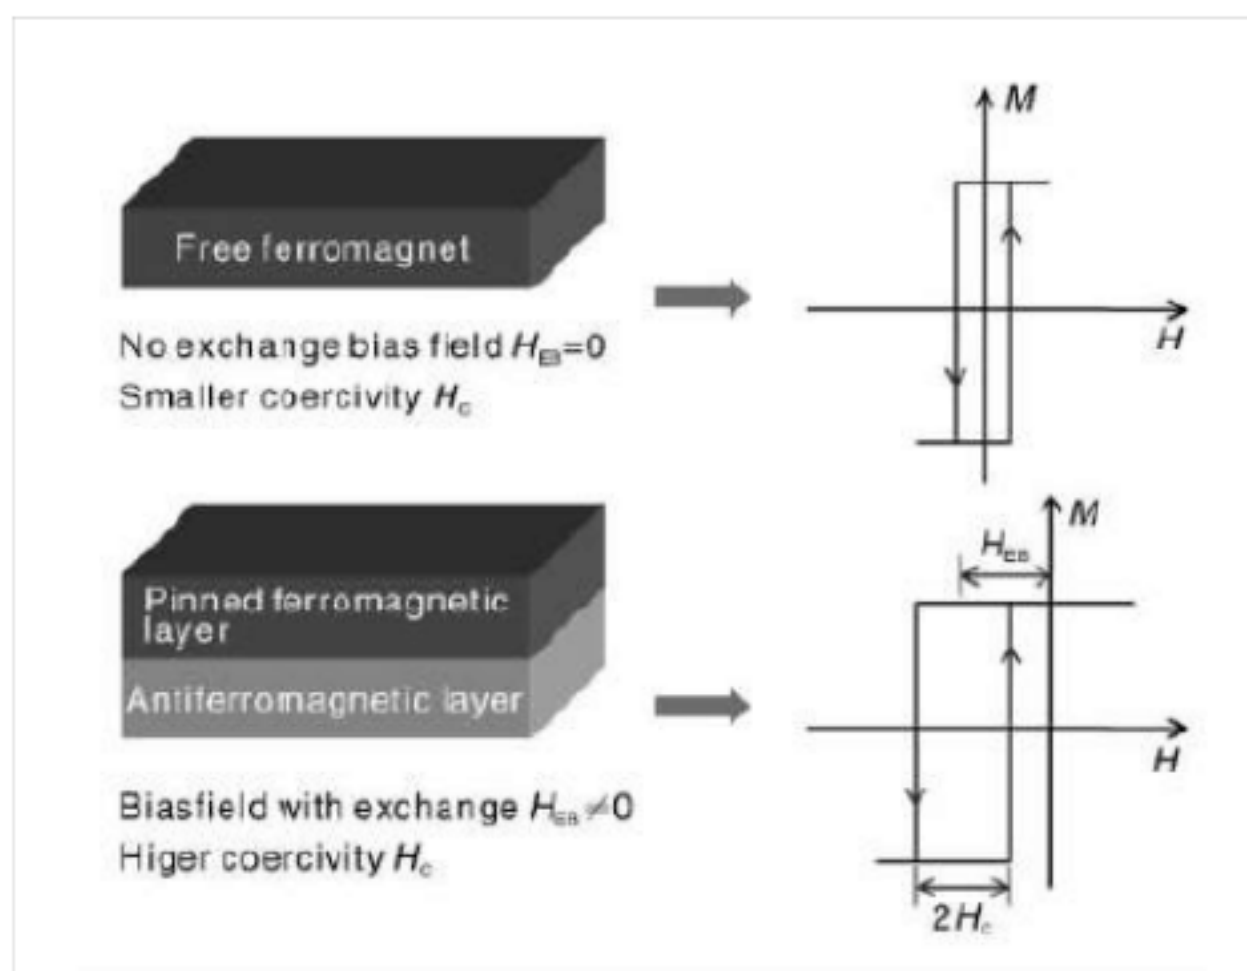

图 11
- 5、实验发现 E_{c+} 始终大于 E_{c-} ，在查阅资料后发现，这是由于交换偏置现象^[2]。通常情况下，铁磁薄膜的磁滞回线以原点为对称中心，若体系中引入反铁磁层，当温度降到一定时，体系的磁滞回线将产生一个偏移量，其矫顽力 H_c 相应增大，此即交换偏置效应，如图 11 所示。猜想对电滞回线，也有同样的效应。